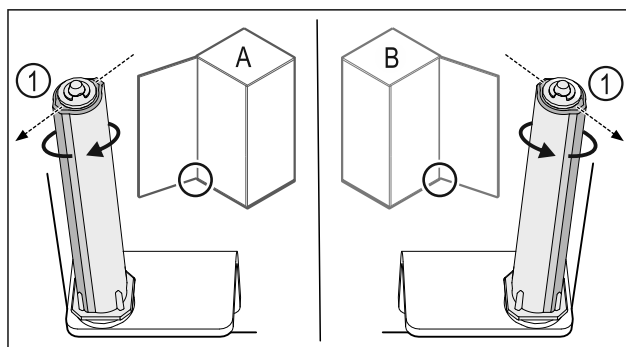

Fig. 42 Feste på venstre side (A) / feste på høyre side (B)
- ▶ Drei lukkesystemet mot motstanden til rillen på lukkesystemet Fig. 42 (1) peker utover.